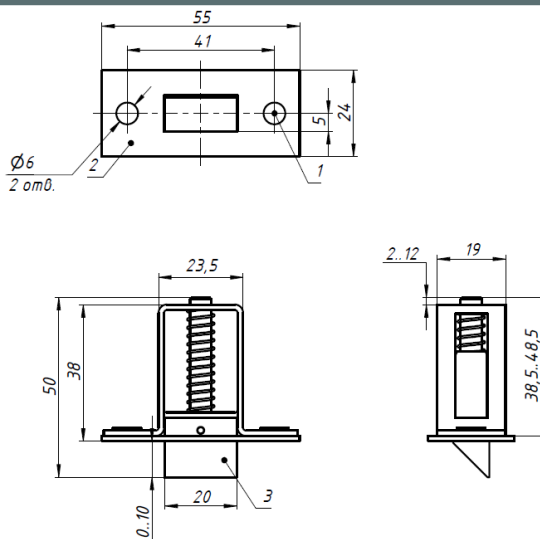

Рис. 3.2 Габаритные и установочные размеры ответной части защелки
- 1) Разметить места крепежных отверстий (1, рис.3.2) ответной части защелки, просверлить.
- 2) Приложить ответную часть защелки лицевой пластиной (2, рис.3.2) к выполненным в п.1 отверстиям и разметить контур лицевой части защелки и корпуса.